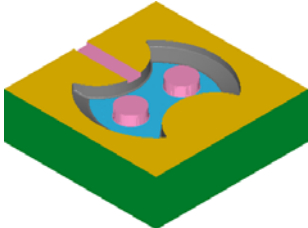

图 22.51 仿真结果图
- (1) 在 **刀具路径** 选项卡中单击  按钮，然后单击  按钮，系统弹出“验证”对话框。
- (2) 在“验证”对话框中单击  按钮。系统将开始进行实体切削仿真，结果如图 22.51 所示，单击  按钮，关闭“验证”对话框。